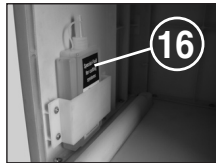

Fig. 6
Haal de opvangbak (14) eruit, haal het oliereservoir (16) (Fig. 6) uit de houder in de onderkast en schuif de opvangbak weer op zijn plaats. Druppel wat olie op een vel papier en voer dit in via de papiertoevoergleuf (12). Het papier wordt naar binnen getrokken en zo komt de olie bij het snijwerk.
- Trek de opvangbak (14) net zo ver uit tot het controlelampje (8) gaat branden.
- Controlelampjes (7) en (4) knippen.
- Druk op de achteruittoets (4) en houd deze ingedrukt tot het controlelampje (7) gaat uit.